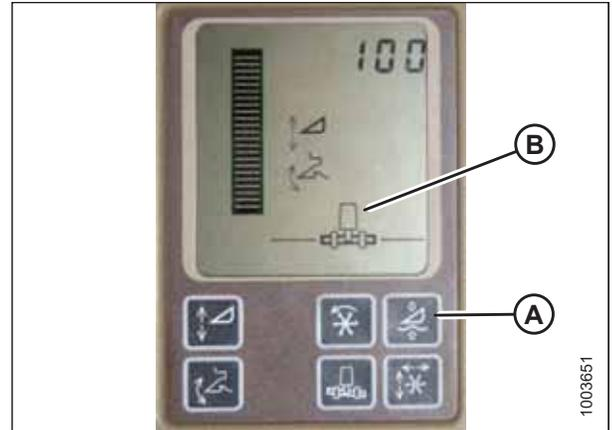

Figura 3.400: Monitor da colheitadeira John Deere
NÃO utilize a função de flutuação ativa da plataforma (A) combinada ao controle automático da altura da plataforma (AHC) MacDon. Um sistema neutralizará o outro. O símbolo da plataforma (B) em exibição **NÃO** deve ter linha ondulada abaixo dele e deve se parecer exatamente como mostrado na Figura 3.400, página 241 do monitor de controle ativo da plataforma.